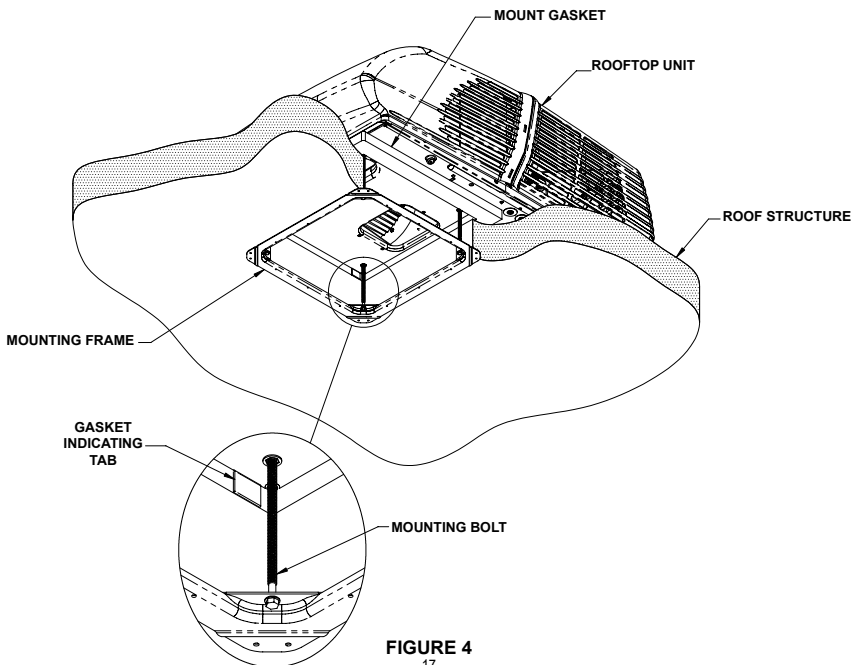

FIGURE 4
5. Fixation du pompe à chaleur au toit - L'ensemble de plafond comprend un cadre de montage. Fixez le pompe à chaleur au toit à l'aide des étapes véhicule. Reportez-vous à la Figure 4.
- c. La tension appropriée de chaque boulon est atteinte quand toute partie de chaque languette indicatrice du joint vient en contact avec le toit. Voir Figure 4.